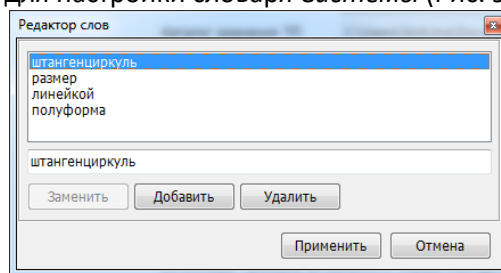

Рис. 9.6. Окно **Редактор слов**
- **Редактировать словарь** - кнопка, открывающая дополнительное окно для настройки словаря *Системы* (Рис. 9.6).